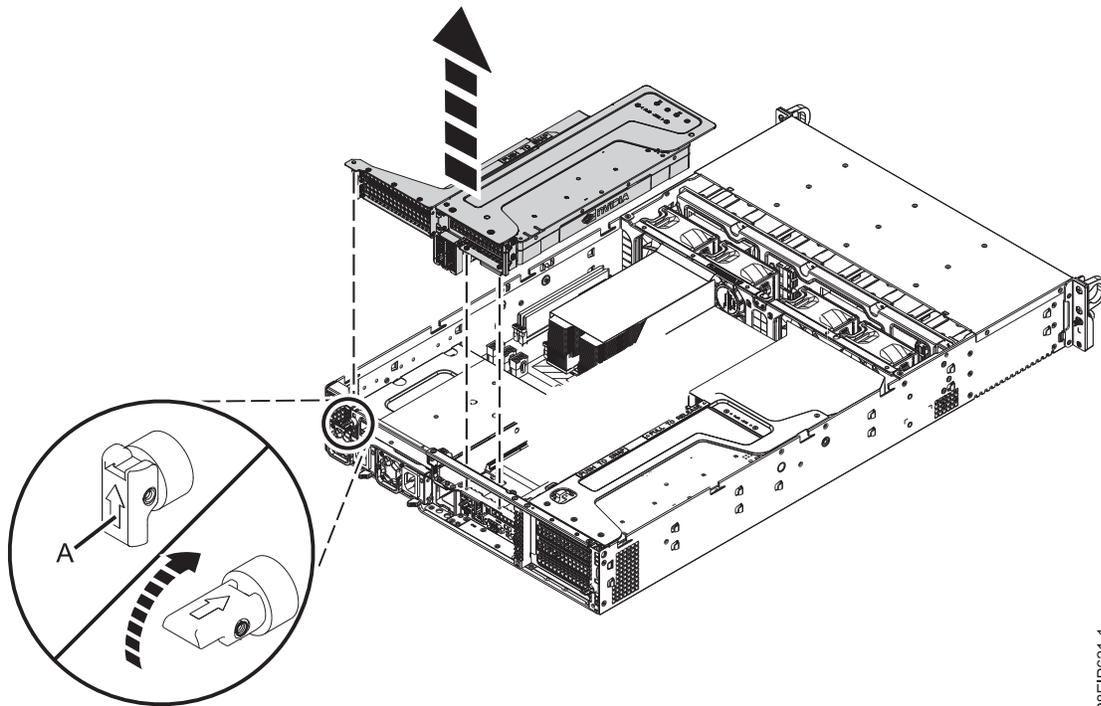

図 55. PCIe ライザーの取り外し
- 位置 3 に PCIe アダプター (または、位置 2 に SAS スーパーキャパシター・キャリア) を取り付ける場合は、図 55 に示すように、PCIe ライザーを取り外します。
- 保持ピン (A) を引っ込みます (図 55 を参照)。